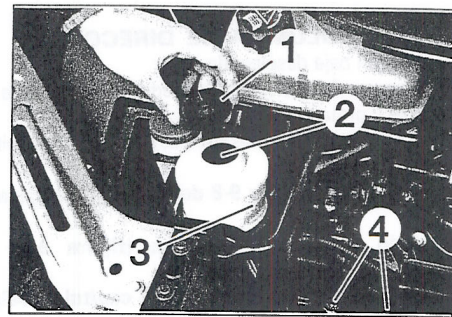

Figura 5-13
- Desatornillar el tapón (1) del depósito de aceite y retirar el cartucho filtrante (2) (figura 5-13).
• Efectuar el llenado hasta la marca «MAX» (3) (figura 5-13).
- Desmontar los tornillos (4) (figura 5-13).